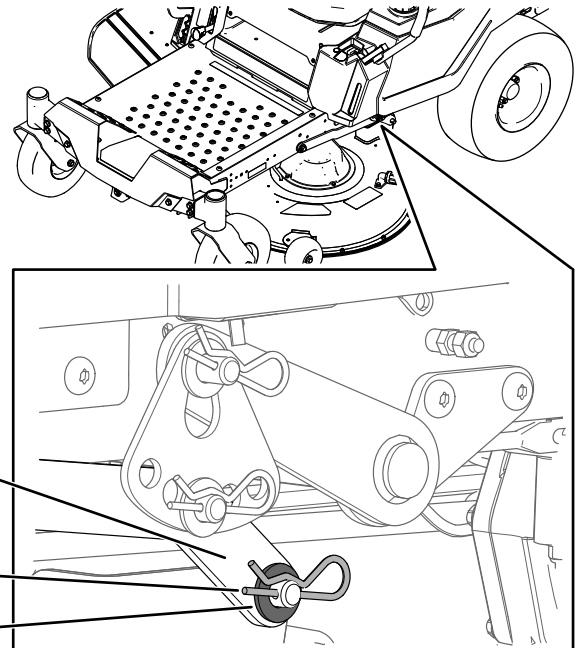

Figura 67
6. En un lado de la máquina, retire la arandela y la chaveta del pasador de la carcasa (Figura 67).
7. Retire el brazo de elevación del pasador de la carcasa (Figura 67).
5. En un lado de la máquina, levante la parte trasera de la carcasa de corte e instale el brazo de elevación en el pasador de la carcasa (Figura 67).
6. Instale el brazo de elevación usando la arandela y la chaveta (Figura 67).